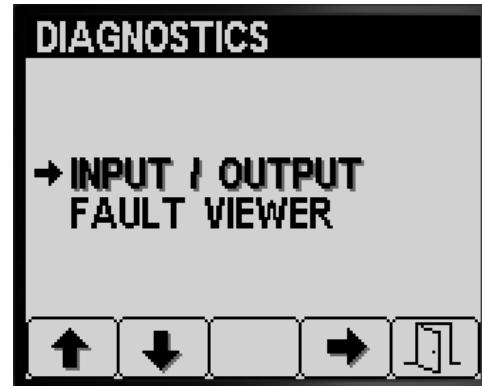

Bild 84
1. Drücken Sie Taste 1 oder Taste 2 auf dem Bildschirm „Diagnostik“, bis Sie die Option INPUT/OUTPUT erreichen (Bild 84).
2. Drücken Sie Taste 3, um den Eintrag INPUT/OUTPUT auszuwählen (Bild 84).
4. Drücken Sie Taste 5, um den Bildschirm INPUT/OUTPUT zu beenden und auf den DIAGNOSTIK-Bildschirm zu gehen (Bild 84).